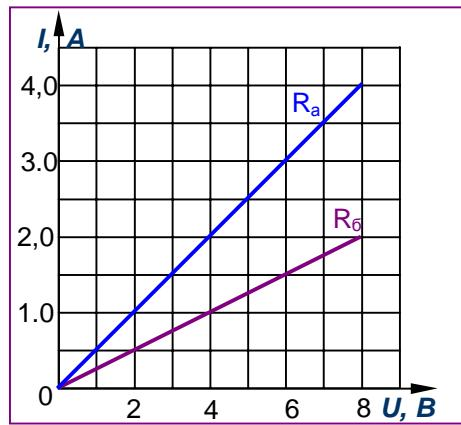

Рис. 91. Зависимость силы тока  $I$  от напряжения  $U$  при  $R=\text{const}$
7. На рис. 91 изображены графики зависимости силы тока от напряжения для двух проводников  $R_a$  и  $R_b$ . Какой из этих проводников обладает большим сопротивлением? Определите сопротивление каждого из проводников.